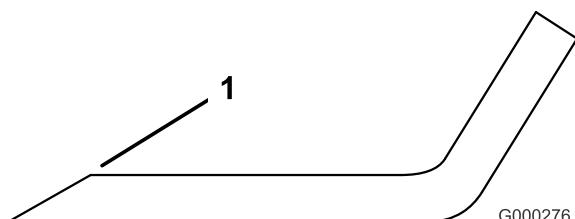

図 29
- 3. 全部のブレードの刃先を丁寧に点検する。刃先が鈍くなっていたり欠けていたりした場合には研磨する。研磨は刃先の上面だけを行い、刃の元々の角度を変えないように十分注意する（図 29）。ブレードの左右を均等に削れば、バランスを狂わすことなく研磨を行うことができる。